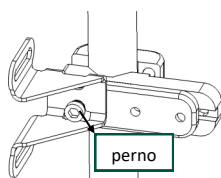

Fig. 7: Perno di appoggio
- poggiare lo schienale sugli attacchi inferiori prestando attenzione a far poggiare la staffetta sul perno come mostrato in fig. 7 (se dovessero esserci problemi allentare le staffette e procedere al corretto posizionamento)